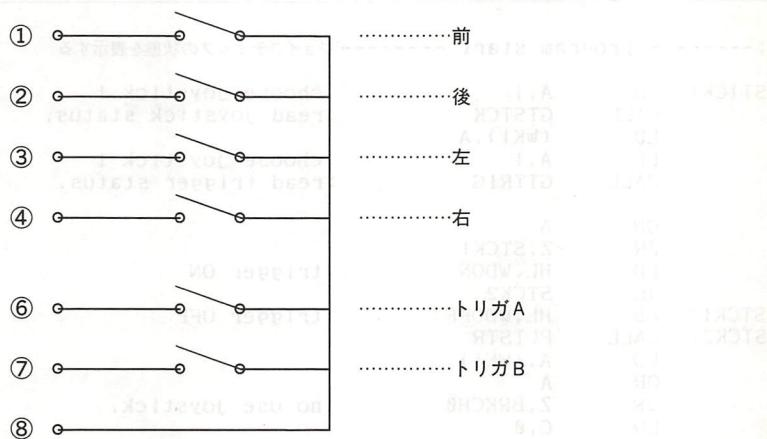

図5.23 ジョイステイック回路図
ジョイスティックの回路を図5.23に示します。この回路からわかるように、⑧番端子に“0”を出力し、①～④、⑥～⑦の端子を読み出せば、スティックとトリガボタンの情報は得られますが、プログラムの移植性などを考慮すると、ジョイスティックのアクセスはやはりBIOSを利用して行う方が無難でしょう。